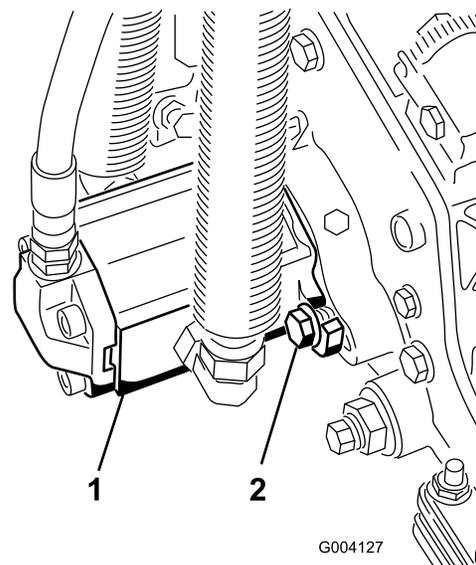

Figura 13
15. Instale o motor rodando-o no sentido dos ponteiros do relógio de forma a que as flanges do motor se afastem dos parafusos (Figura 13). Rode o motor no sentido contrário aos ponteiros do relógio até que as flanges envolvam os parafusos e apertem os parafusos.